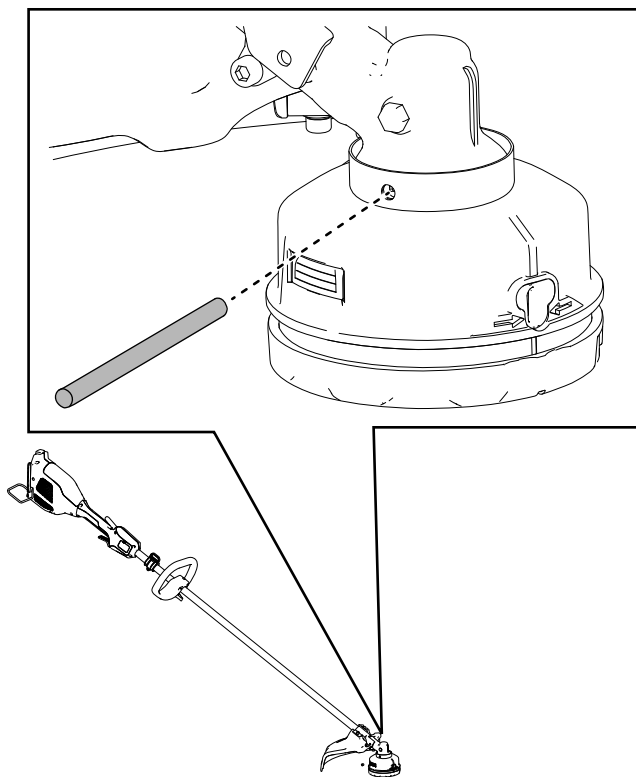

Figura 16
2. Alinhe o furo na placa do copo com o furo da engrenagem da máquina **Figura 16**.
3. Insira a haste de metal fornecida através da placa do copo e no furo da caixa de velocidades da máquina para fixar a cabeça da máquina (**Figura 16**).